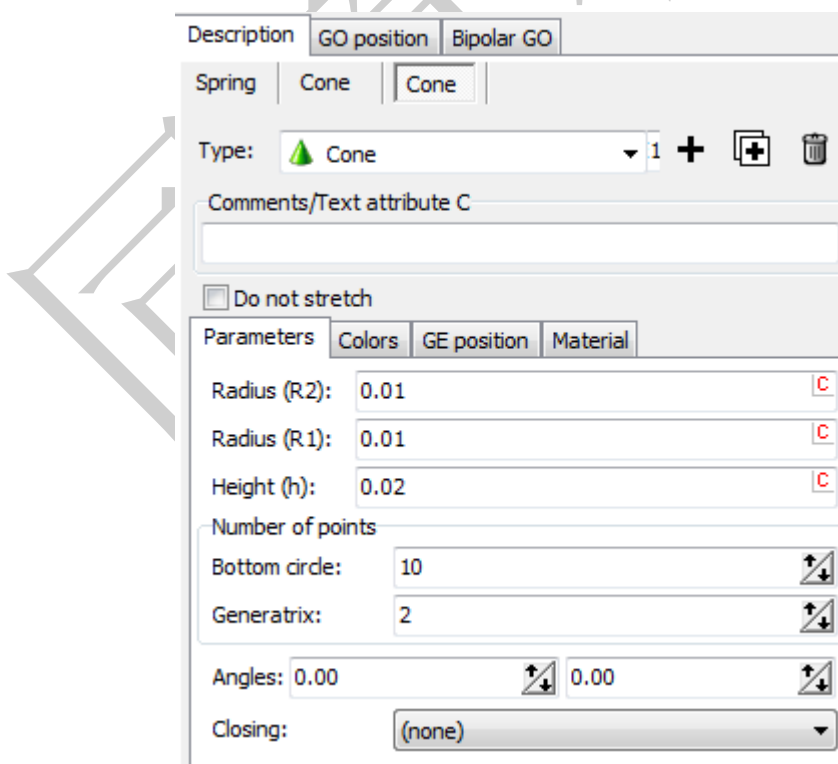

图 2.18
8. 再添加一个 **Cone** 类型的 **GE**，并设置参数如图 2.18 所示。